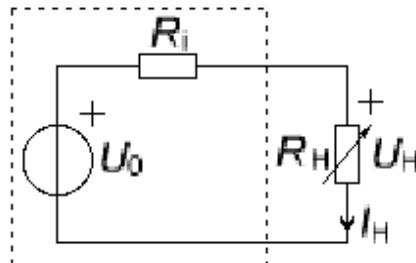

Рис. 1.2
1.2. Для генератора, схема замещения которого представлена на рис. 1.2, рассчитайте нагрузочные характеристики напряжения U_H , тока I_H и мощности P_H в зависимости от величины резистивного сопротивления нагрузки R_H .